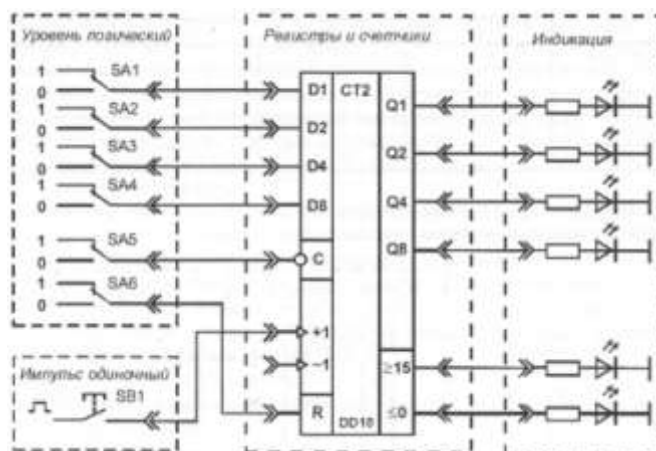

Рисунок 18 - Схема для исследования двоичного счетчика при подаче одиночных импульсов.
1. Проверить таблицу истинности для двоичного счетчика DD10 и определить, исправен ли он. Для этого собрать схему (рис. 18), подключив выходы гнезд «Уровень логический» к соответствующим входам R, D1-D8 и C. Подключить источник сигнала «Импульс одиночный», формирующий одиночные импульсы с положительной полярностью, к входу +1. Выходы счетчика подключить к светодиодам на поле «Индикация». Включить тумблер «Сеть». Задавать по очереди все комбинации, описанные выше, результаты занести в таблицу. Сравнить с таблицей истинности счетчика (табл. 25). Состояния выходных разрядов счетчика (Q1, Q2, Q4, Q8) определять по свечению светодиодов. Обратите внимание, на каком фронте синхроимпульса «С» происходит переключение счетчика. Переключить выход источника «Импульс одиночный» ко входу -1. Проверить правильность работы. Перейти в режим предустановки, проверить правильность работы. Затем продолжить работу в счетном режиме. Задать на входе R тумблером сигнал «1». Повторить опыты, проведенные ранее. Оцените результат. Соответствует ли он таблице истинности? Выключить тумблер «Сеть». Сравнить результаты с таблицей 25 определить, исправен ли счетчик.